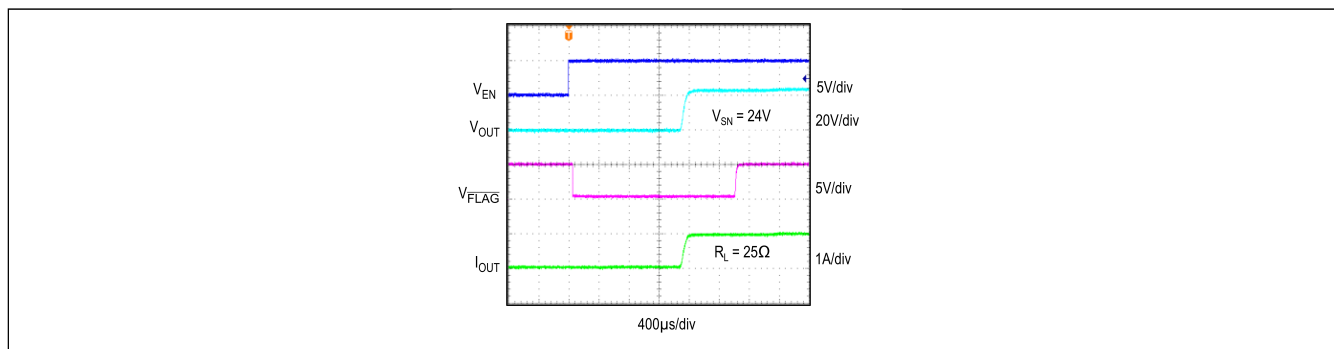
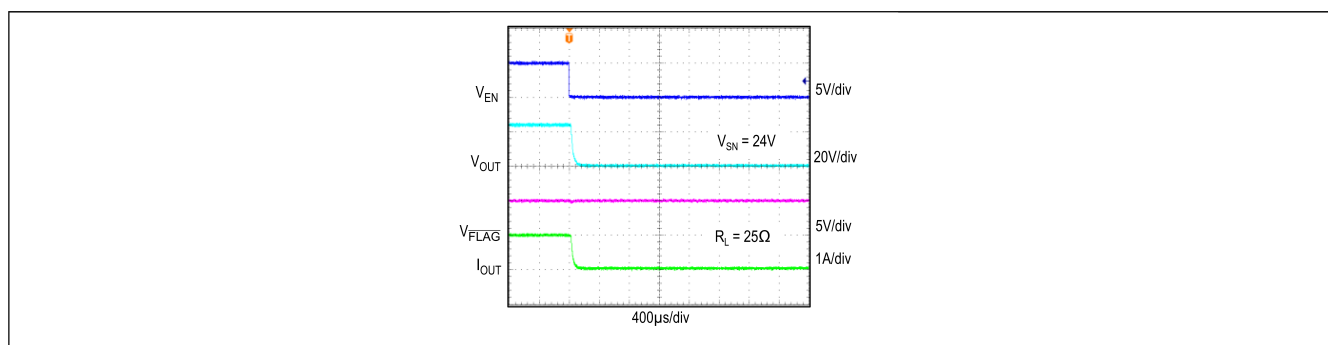

図 10. EN ピンによるターンオン制御
図 11. EN ピンによるターンオフ制御
MAX17527A は、接続された負荷への給電を制御するために、イネーブル入力ピン (EN) を使用してオンやオフを行うことができます。ラッチオフ・モードでは、フォルト状態をリセットするために、EN ピンは $30\mu\text{s}$ (代表値) 以上 0.4V 未満となっている必要があります。その後、デバイスは動作を再開します。EN ピンは内部で 1.45V までプルアップされているため、このピンがオープン状態の場合は常時オンの動作を行います。図 10 および図 11 に、EN を用いたターンオン制御およびターンオフ制御を示します。